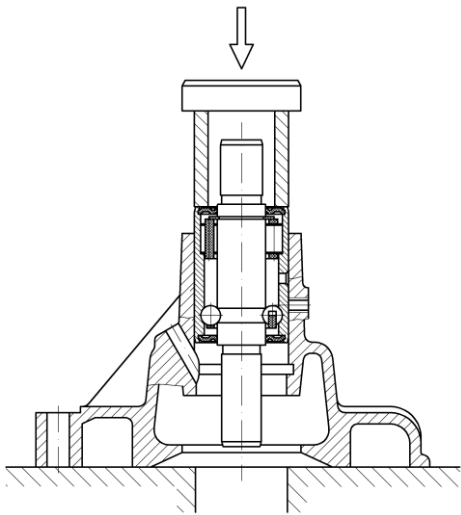

Рис.63. Запрессовка подшипника с валиком
- с помощью оправки запрессовать подшипник с валиком в сборе в корпус так, чтобы гнездо под фиксатор на обойме подшипника совпало с отверстием в корпусе насоса (рис.63);